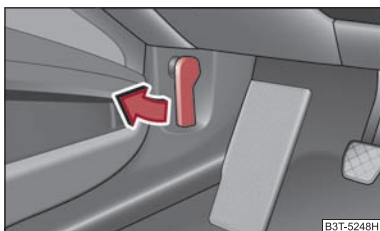

Fig. 12 Maneta de deblocare a capotei
- Trageți maneta de deblocare de sub bord, pe partea stângă ⇒ fig. 12.